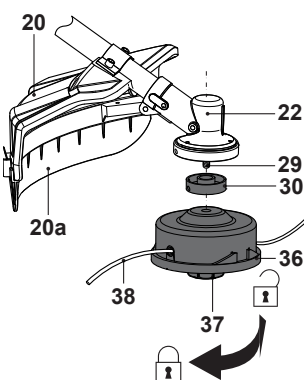

Fig. 11
- > Introduisez la bride de support (30), et tournez jusqu'à ce que le trou soit parallèle à l'encoche de la tête d'installation (22) .
- > Introduisez l'outil (44) dans le trou pour bloquer la rotation de la broche.
- > Introduisez et serrez l'extrémité du fil en nylon comme indiqué (Fig.11).
- > Retirer l'outil (44).